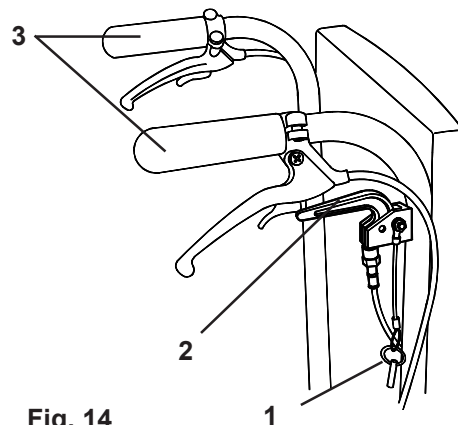
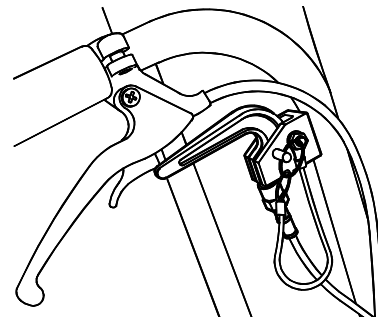

Fig. 14
Fig. 14A
El mecanismo de inclinación interna se acciona (Fig. 14) extrayendo la clavija de seguridad (1) y apretando la palanca de accionamiento (2). Sujetando ambas empuñaduras (3), incline el asiento/respaldo hasta lograr el ángulo deseado. Una vez haya conseguido el ángulo que desee, suelte la palanca de accionamiento y vuelva a colocar la clavija de seguridad como muestra la Fig. 14A.